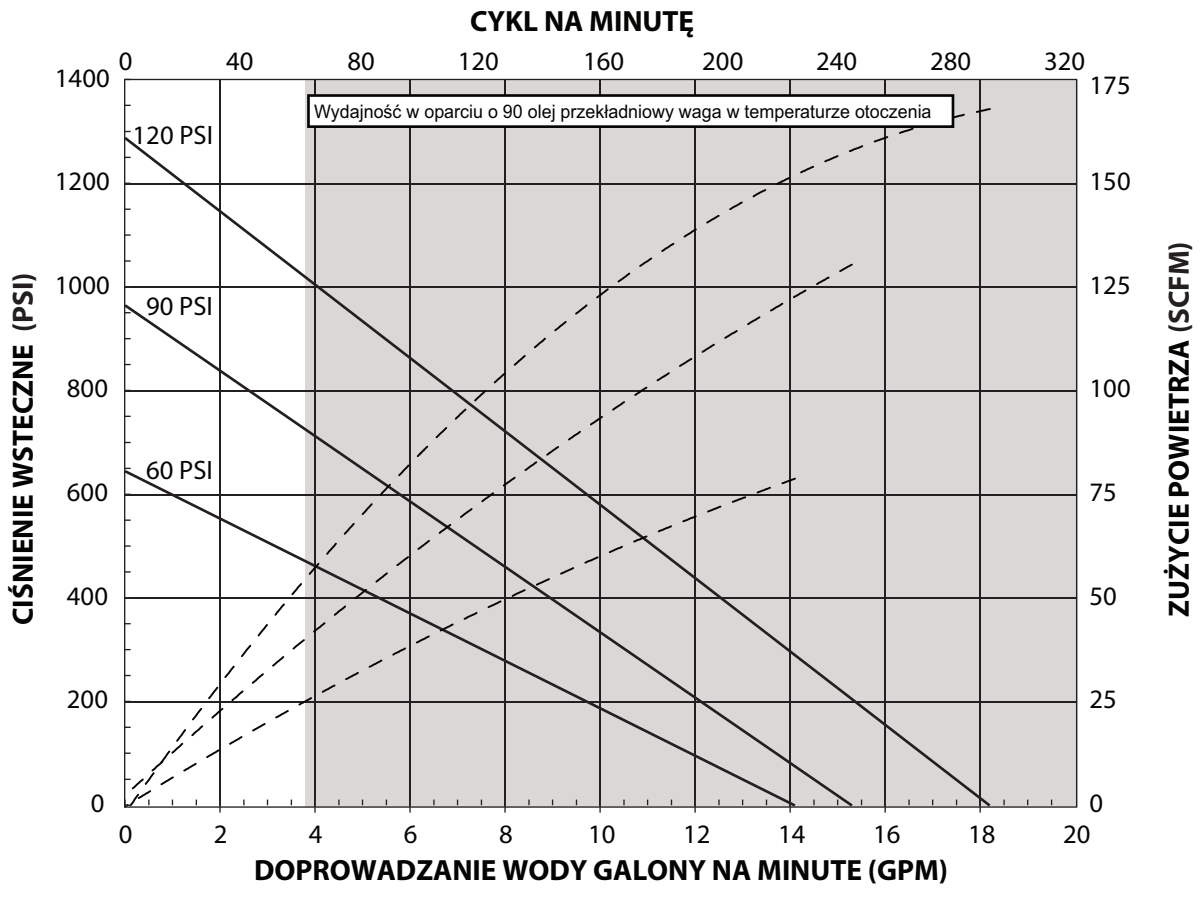

Rysunek 2
- Przy użyciu odpowiednich szczypiec przesunąć pierścień E-ring w górę na tyle, aby umożliwić przemieszczenie tulei w górę i zwolnienie dwóch złązek (patrz rysunek 2).